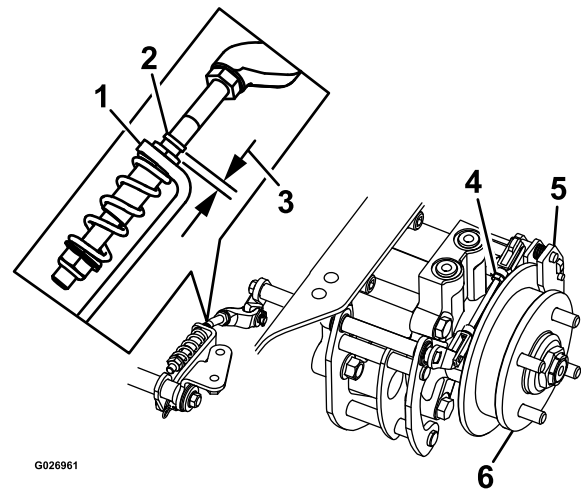

Figure 77
8. Vérifiez si un espace est visible entre le support en L et la butée de tringlerie (Figure 77).